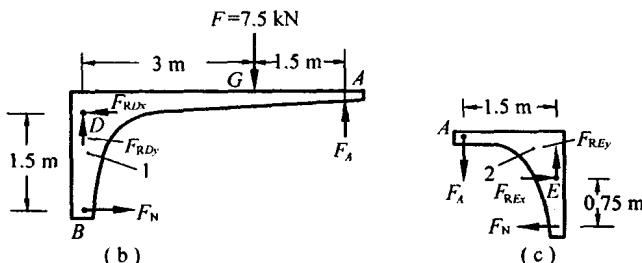

图 2-4
2.4 在图 2-4(a) 所示结构中,若钢拉杆 BC 的横截面直径为 10 mm,试求拉杆内的应力。设由 BC 连接的 1 和 2 两部分均为刚体。
解 刚体 1 受力如图 2-4(b) 所示,平衡条件为
刚体 2 受力如图 2-4(c) 所示,平衡条件为